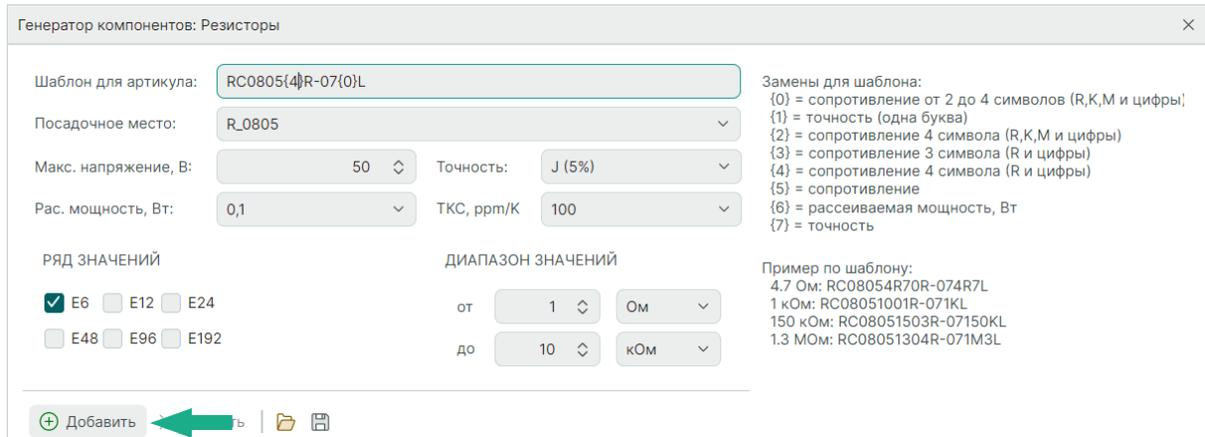

Рис. 318 Добавление шаблона создания радиодеталей
3. После определения параметров нажмите кнопку «Добавить» на панели инструментов, см. Рис. 318.